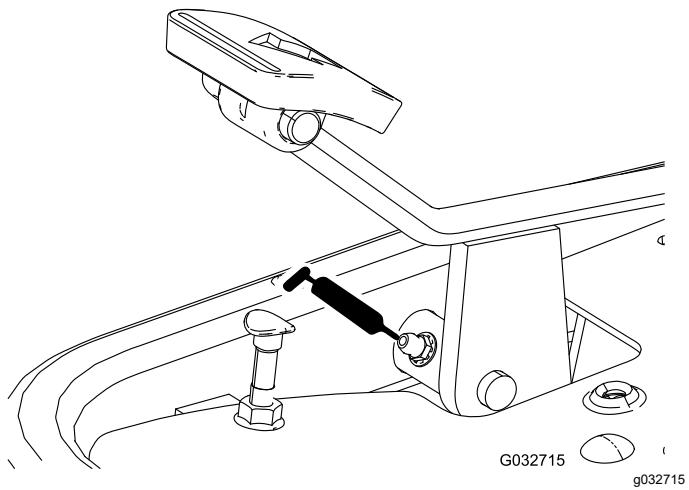

Figura 36
- Pedal de tracción (Figura 36)